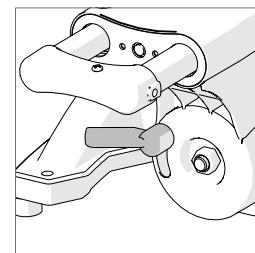

Abb. 4
- Den Winkelarretierungshebel lösen. (**Abb. 4**)